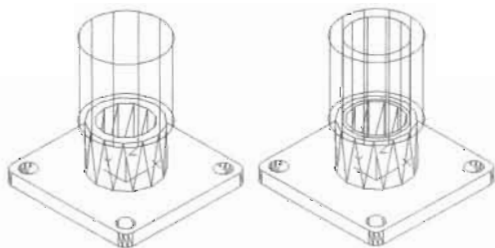

图 14-153
(1) 单击“建模”工具栏中的“圆柱体”按钮,绘制第 2 个接口的圆柱体,结果如图 14-153 所示,命令执行过程如下。